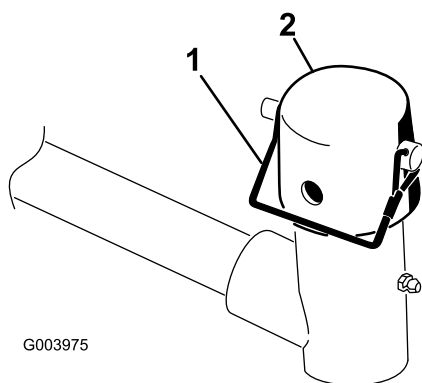

Figura 6
7. Retire el pasador de seguridad y el tapón de la horquilla de pivote del brazo de elevación (Figura 6).
11. Coloque el tapón sobre el eje del bastidor de tiro y la horquilla del brazo de elevación. Utilice la ranura si se desea una unidad de corte dirijible, y utilice el taladro si la unidad de corte va a quedar bloqueada en una posición fija (Figura 6).